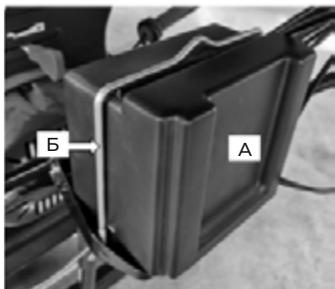
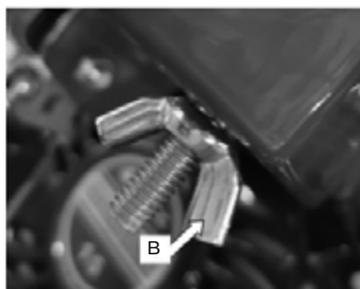
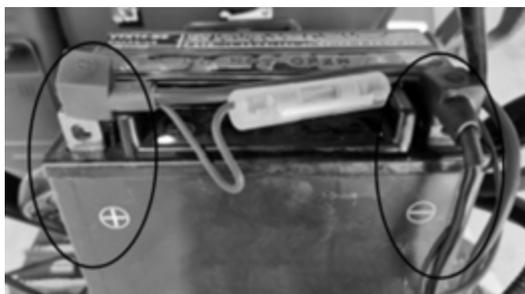

Рис. 2
Рис. 3
Рис. 4
1) Снимите крышку аккумулятора (рис. 2, поз А) открутив гайки (рис. 3, поз В).
2) Соедините красный повод к клемме + (рис. 4), установите крышку аккумулятора и зафиксируйте с помощью скобы (рис. 2, поз Б).